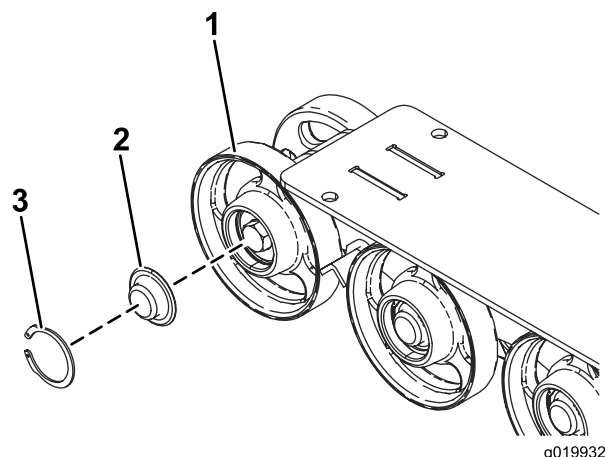

図 51
3. ロードホイールについているスナップリングとキャップを外す 図 51。
4. キャップ外した部分とガスケット周囲のグリスの状態を見る 図 51。グリスが劣化しているようであれば、完全にふき取り、ガスケットを交換して新しいグリスを入れる。
6. グリスを入れたキャップをボルトの頭に取り付ける 図 51。
7. キャップをスナップリングで固定する 図 51。